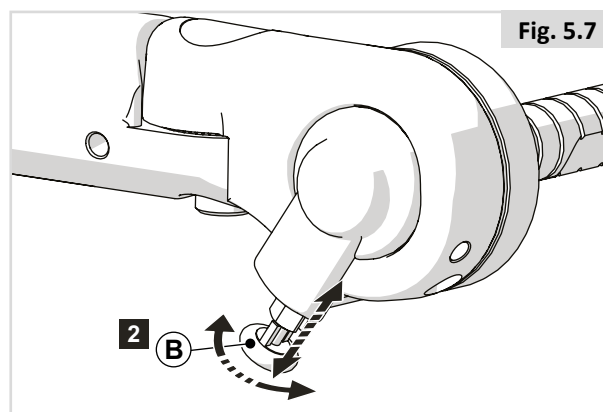

Fig. 5.7
Apoio para o braço articulado multi-ajustável reclinável (Fig. 5.7)
2. Fixe o apoio para o braço na posição levantada rodando o trinco (B) para dentro. (Fig. 5.7)